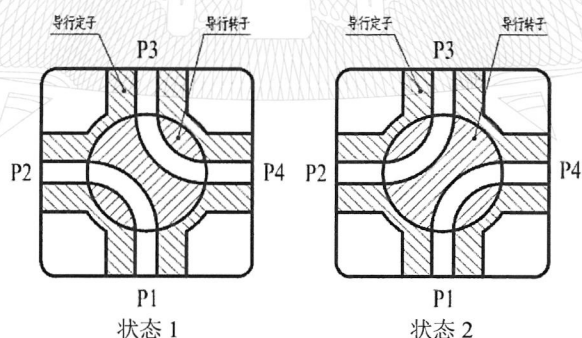

图 A.2 C 型波导开关射频通路示意图
- b) C 表示双刀双掷：C 型波导开关的导行定子上设计有 4 个波导口，导行转子上设计有 2 个弧形微波通道。导行转子在电磁系统的作用下，与导行定子配合可以形成两个稳态位置：状态 1，波导口 P1—P2 导通，波导口 P3—P4 导通；状态 2，波导口 P1—P4 导通，波导口 P2—P3 导通。通过导行转子的旋转运动实现 2 种状态微波信号通道的导通。如图 A.2 所示。